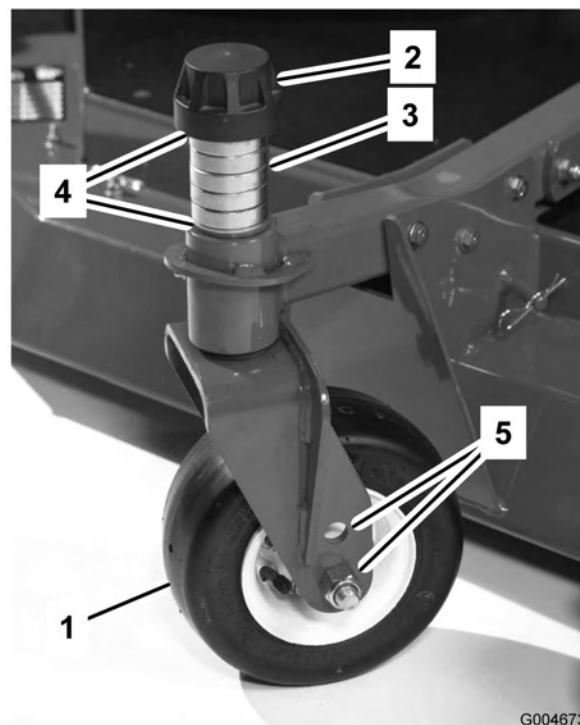

Figura 78
1. Retire a tampa de fixação do eixo roscado e desloque o fuso para fora do braço da roda giratória (Figura 78). Volte a montar os calços para levantar ou baixar a roda giratória até obter uma inclinação correcta da unidade de corte.